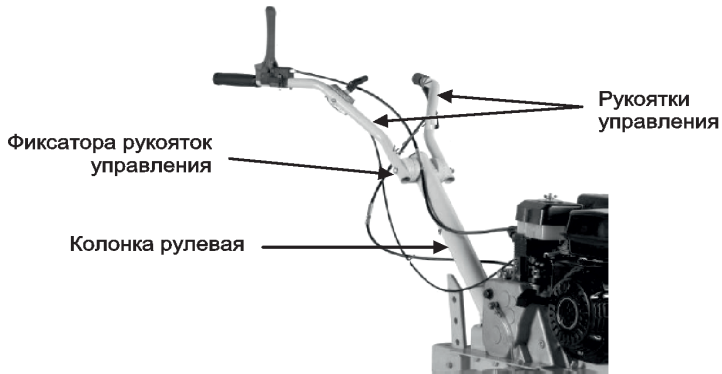

Рис. 6
6. Установите рулевую колонку. На рулевую колонку установите рукоятки управления с помощью фиксатора. Отрегулируйте положение рукояток управления и зафиксируйте фиксатором (Рис. 6).